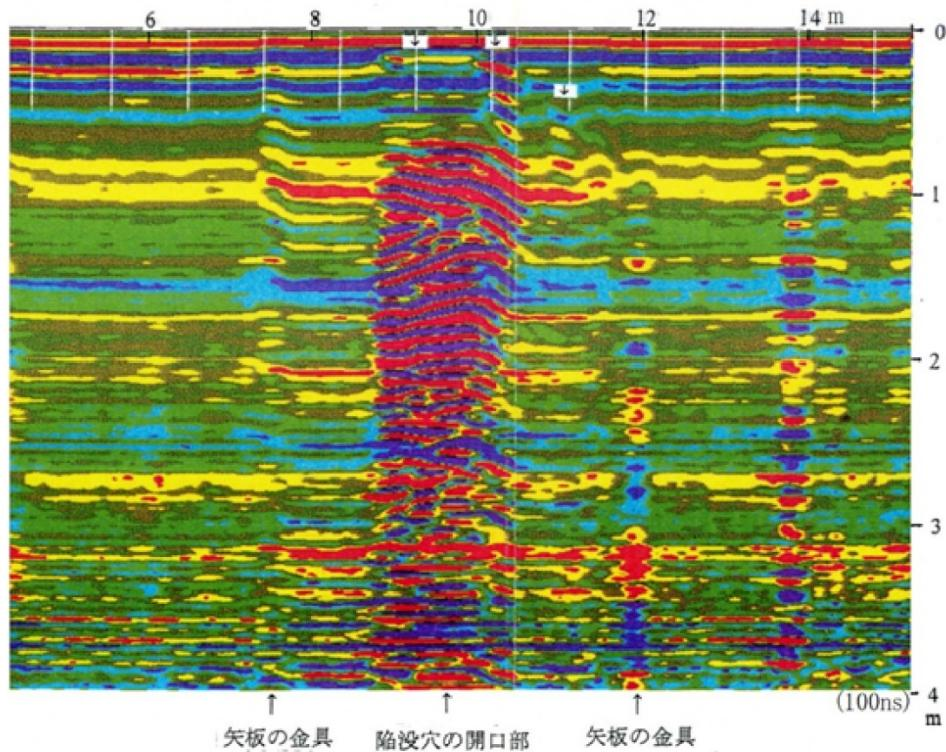

図 3. 小～中規模のドーム状の空洞の反射映像
2. 直径 4～5 m のドーム型の空洞の調査とそのステルス性？ 平成 14 年頃に、袖ヶ浦の工場地帯の護岸の近くに造った砂の埋土の吸い出しによる空洞（およそ幅 4×5 m : 深さ 2.5 m）上で、GSSI 社製の 500 MHz アンテナ（小～中型）と SIR-2000 とを使って、地中レーダー探査を行いました。この空洞の頂上部には直径 1 m 弱の陥没穴が空いていましたので、この穴の上にアルミ製の梯子と薄い矢板を渡して、上から内部の状況を観測すると共に、この薄矢板の上を通して、アンテナをロープで引っ張り、距離モードで測定を行いました。こうして測定した反射映像（図 3）は驚くべきものでした。頂上部の陥没穴の両端の浅所だけに斜めの中～弱程度（貧弱な）の繰り返し反射が発達して、深度 0.7 m 以深では（深度 2.5 m まで）これらの下に陥没穴の存在を示す強い多重反射が見られ、この周りには弱い水平の反射がみられるだけでした。また、ドーム型の形を示唆する反射は殆ど見られませんでした。